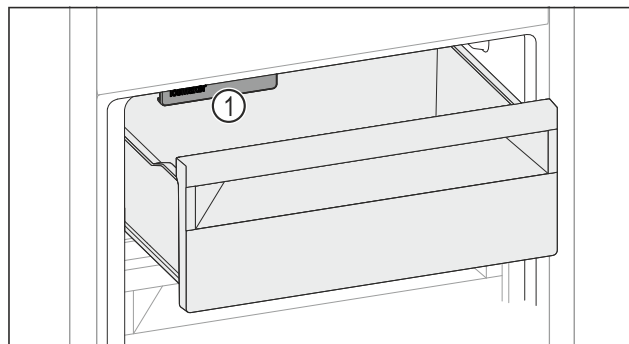

Fig. 169
- Uwzględnić IceMaker Fig. 169 (1).